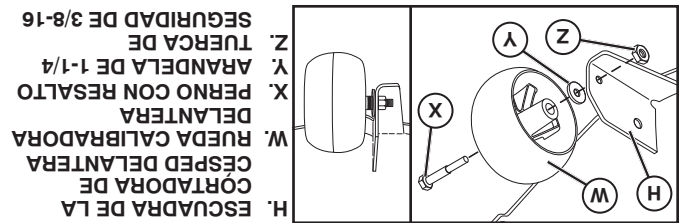

Fig. 5
2. ARME LA RUEDA CALIBRADORA DELANTERA (W) EN LA PARTE DELANTERA DE LA CORTADORA DE CÉSPED (Vea Fig. 5)